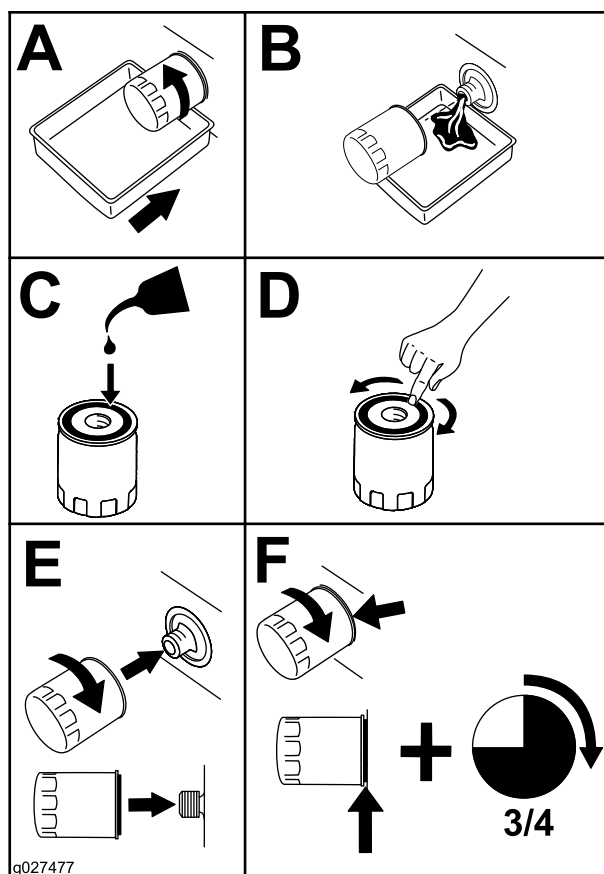

Figure 76
5. Remplacez le filtre à huile moteur (Figure 76).